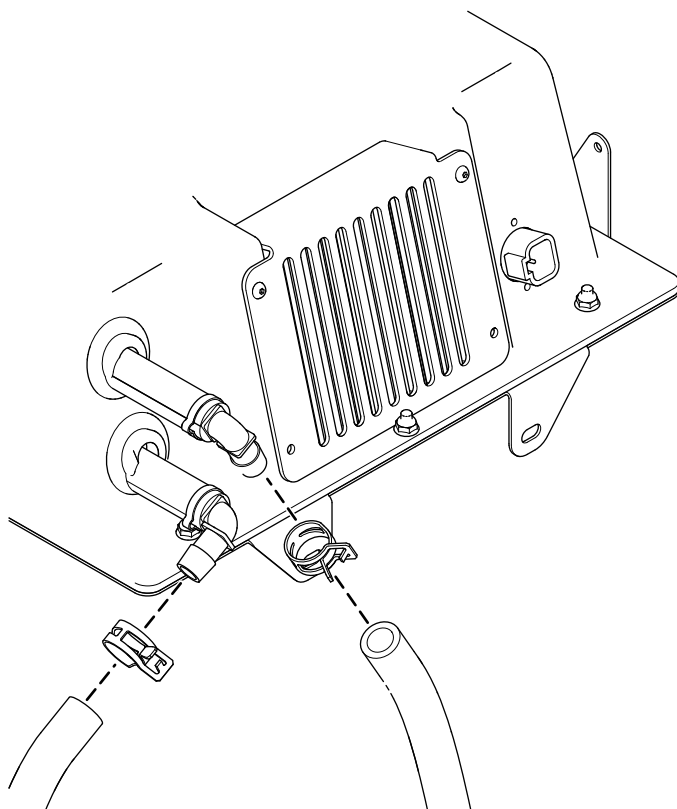

Figure 16
7. Fixez les 2 tuyaux de liquide de refroidissement à l'avant du boîtier de chauffage à l'aide de 2 colliers de serrage comme montré à la Figure 16.